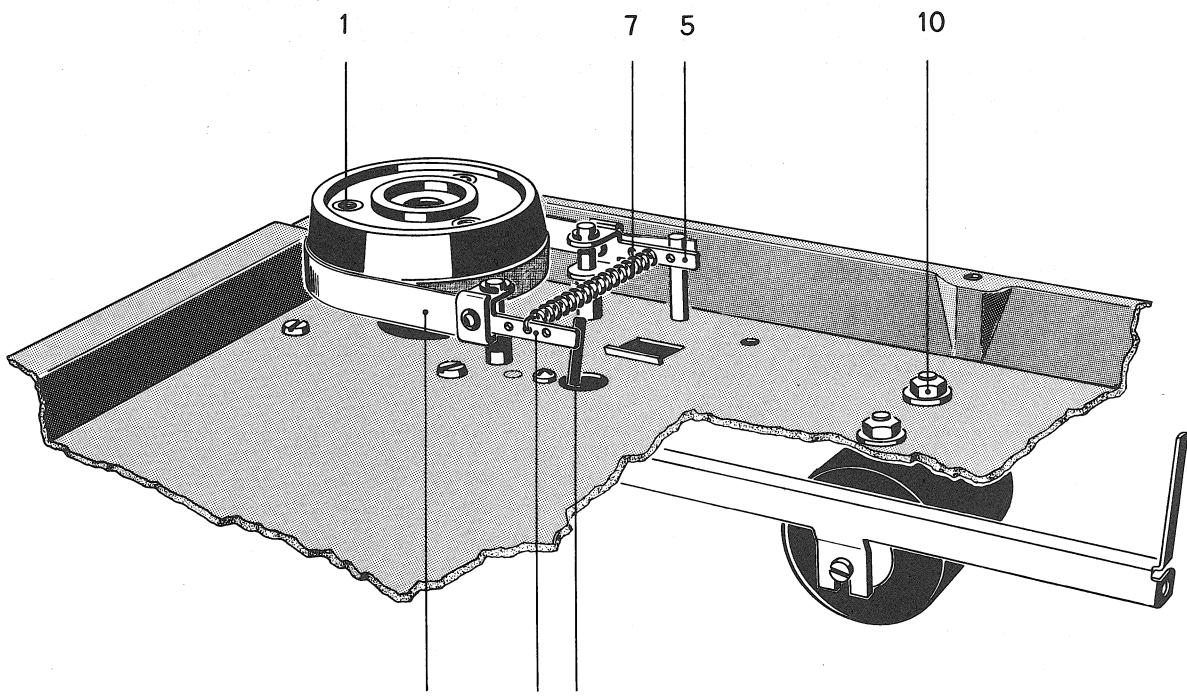

Fig. 2
Bedienungsknöpfe und Rändelscheiben nach oben abzuziehen. Ferner sind die drei Befestigungsschrauben jedes Bandspulentellers (1 in Fig. 2), die beiden Federstifte der Andruckarm-Abdeckung (2) sowie die Schlitzschrauben der Kopfabdeckung und der Abdeckplatte abzuschrauben. Beim späteren Zusammenbau achte man durch gleichmäßiges Anziehen der Spulentellerbefestigungsschrauben (1) darauf, dass die Spulenteller nicht schlagen. Gegebenenfalls ist eine um 120° versetzte Montage der Spulenteller erforderlich.
Nach dem Auswechseln einer Bremsrolle oder eines Bremsbandes muss die Bremsmechanik und der Hub des Bremslösemagneten neu eingestellt werden. Wenn nötig, sind die Spannhebel (9 in Fig. 2) durch leichtes Biegen so einzustellen, dass sie bei Betätigung der Abhebebolzen (8 in Fig. 2) gleichzeitig abheben. Der Hub des Bremslösemagneten, der beim Bandlauf die Bremsbänder von ihren Rollen abhebt, lässt sich nach Lösen der beiden M 4 Muttern (10 in Fig. 2) durch Verschieben des Magneten in den Schlitzlöchern verändern. Durch gleichzeitiges Drücken der Betriebs- und Stopptaste wird der Magnet erregt. Jetzt verschiebt man den Bremslösemagneten soweit nach hinten, bis die Bremsbänder 0,1 bis 0,2 mm von der Bremsrolle abheben. In dieser Stellung werden die Befestigungsmuttern wieder festgezogen.